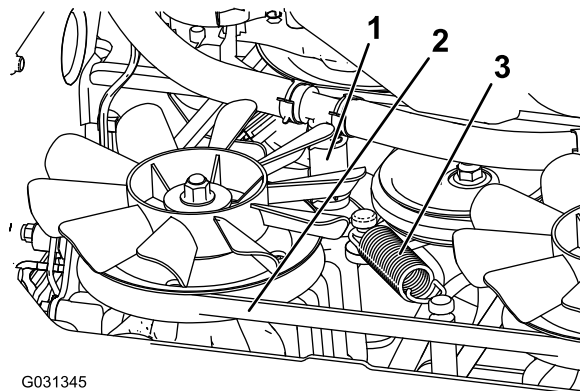

Figure 71
5. Débranchez le flexible hydraulique inférieur (Figure 71).
6. Enlevez le ressort de tension (Figure 71).
7. Enlevez la courroie du tablier de l'embrayage et de la butée d'embrayage (Figure 71).